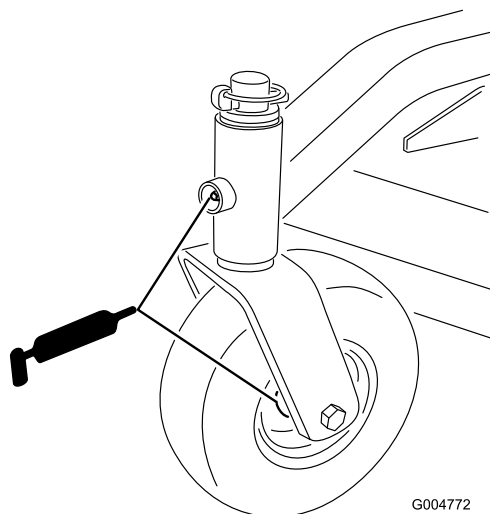

Figura 15
- Casquillos de los ejes de las ruedas giratorias delanteras (Figura 15)
- Cojinetes de las ruedas giratorias delanteras y traseras (Figura 15)